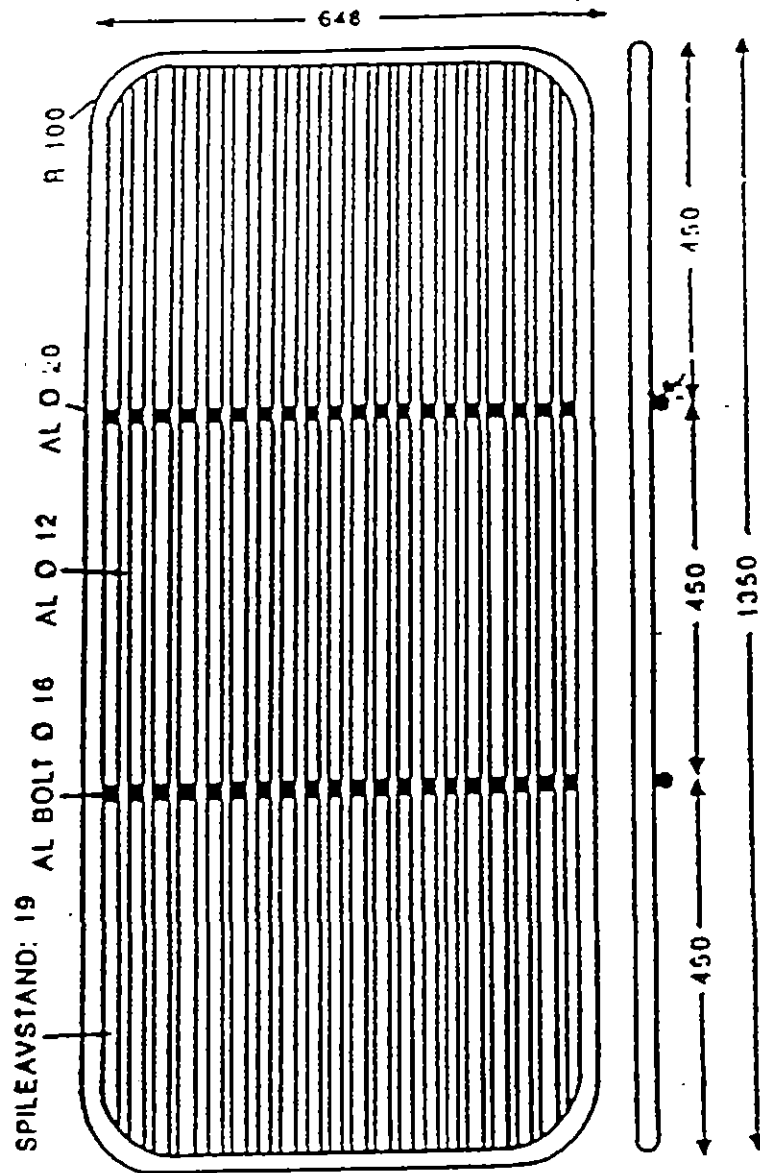

Fig. 3.
A. SORTERINGSRIST (se fig.3, 4, 5 og 8)